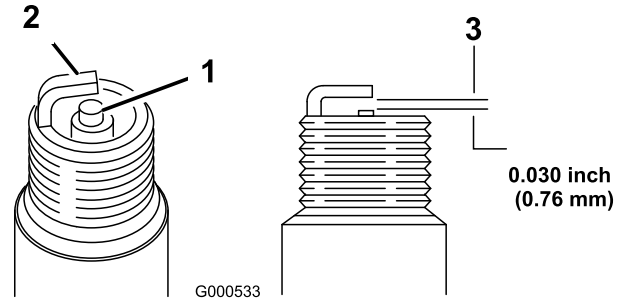

図 21
5. 電極間のすき間を 0.76mm に調整する 図 21。